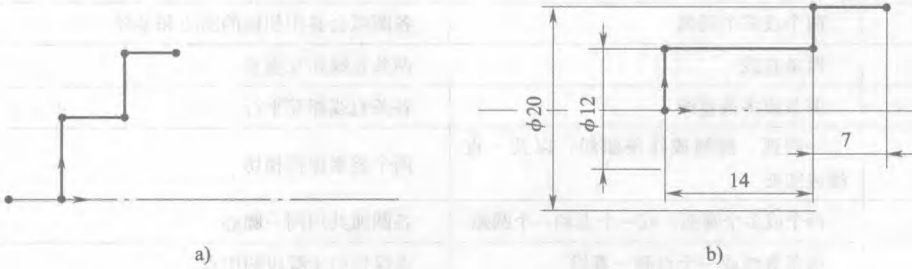

图 1—9 手柄直线段的绘制
2. 单击【草图】工具栏中的【直线】命令按钮，过原点绘制直线，如图 1—9a 所示。标注尺寸，单击【尺寸/几何关系】工具栏中的【智能尺寸】按钮，先分别选取水平的两条直线，标注尺寸分别为 14 mm 和 7 mm；再选取中心线，将尺寸的位置确定在中心线的另一侧，即可完成线性直径尺寸 $\phi 20$ mm 和 $\phi 12$ mm 的标注，如图 1—9b 所示。